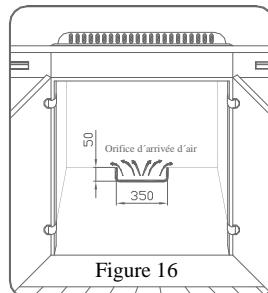

Figure 16
**L'habitacle dans lequel sera logée la plaque ne doit en aucun cas être hermétiquement fermé**, il convient en effet de percer sur la base inférieure arrière du meuble, un orifice d'arrivée d'air d'au moins 350 x 50 mm. Voir figure 16.